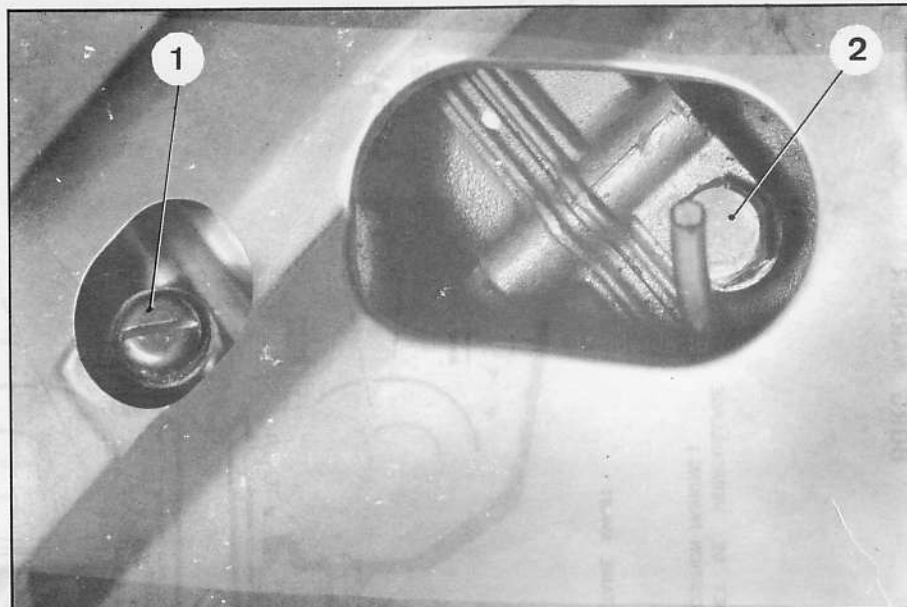

Fig. 3
Vidange de la boîte de vitesses : Le véhicule étant sur un élévateur, dévisser le bouchon (1) Fig.3, de la boîte de vitesses (vis à tête ronde), laisser écouler l'huile.
Vidange du carter de différentiel (pont) : Dévisser le bouchon (2) (vis tête H) de vidange du carter de différentiel Fig. 3, laisser écouler l'huile.